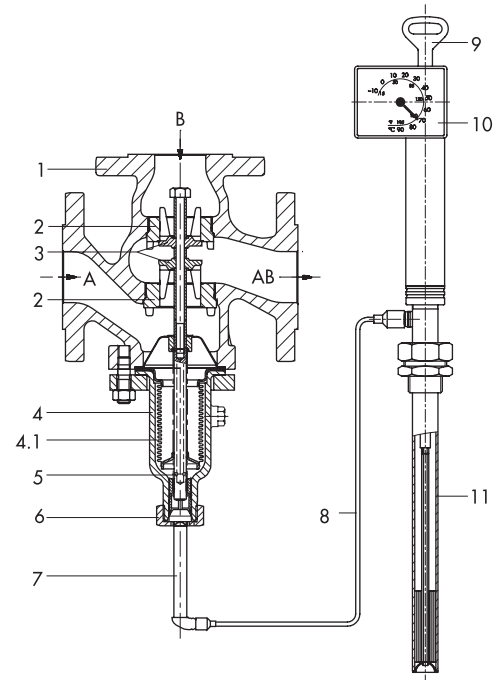
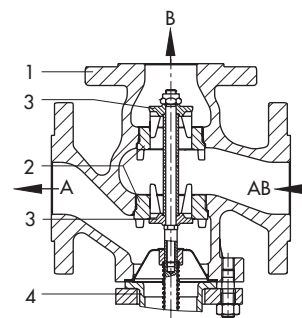

Bild 3: Temperaturregler mit Dreivegeventil Typ 9 (NPS 2) und Regelthermostat Typ 2231, Dreivegeventil mit Kegelanordnung I, Pfeilrichtungen für Mischbetrieb
Bild 4: Dreivegeventil Typ 9 mit Kegelanordnung II, Pfeilrichtungen für Verteilbetrieb
Wirkungsweise (vgl. Bild 3 und Bild 4)
Bei Mischventilen (vgl. Bild 3 mit Kegelanordnung I) werden die zu mischenden Medien bei A und B zugeführt. Der Gesamtstrom fließt bei AB ab. Der Durchfluss von A oder B nach AB ist von der freigegebenen Fläche zwischen den Sitzen (2) und den Kegeln (3) und damit von der Stellung der Kegelstange (5) abhängig. Bei steigender Temperatur wird Anschluss A geöffnet und Anschluss B geschlossen.
Bei Verteilventilen wird dagegen das Medium bei AB zugeführt und die Teilströme fließen bei A oder B ab. Der Durchfluss von AB nach A oder B ist von der Stellung der Kegelstange abhängig. Verteilventile weisen die Kegelanordnung II (vgl. Bild 4) auf. Dabei wird bei steigender Temperatur Anschluss A geschlossen und Anschluss B geöffnet.